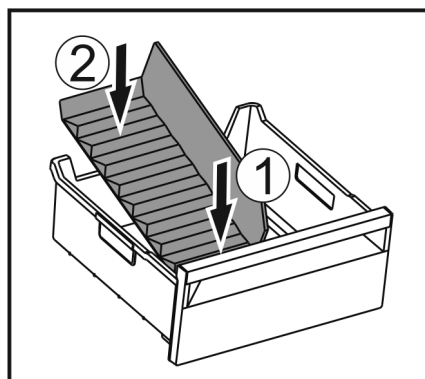

Fig. 107
- ▶ Vložte prednú časť oddelovača zásuvky na ľad. Fig. 107 (1)
- ▶ Spustite zadnú časť oddelovača zásuvky na ľad až na dno zásuvky. Fig. 107 (2)